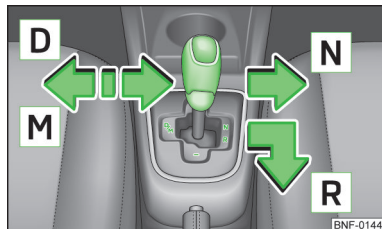

Fig. 81
Du kan vælge følgende positioner med gearvælgeren » Fig. 81:
- Tryk gearvælgeren til den fjedrede position i pilens retning » Fig. 81 på side 80, og vælg position **D**.